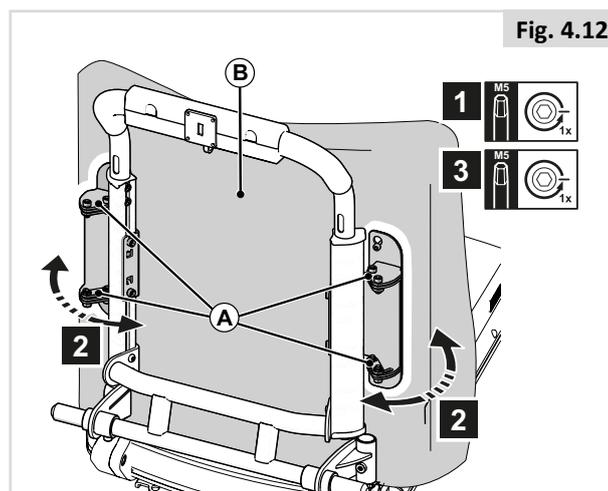
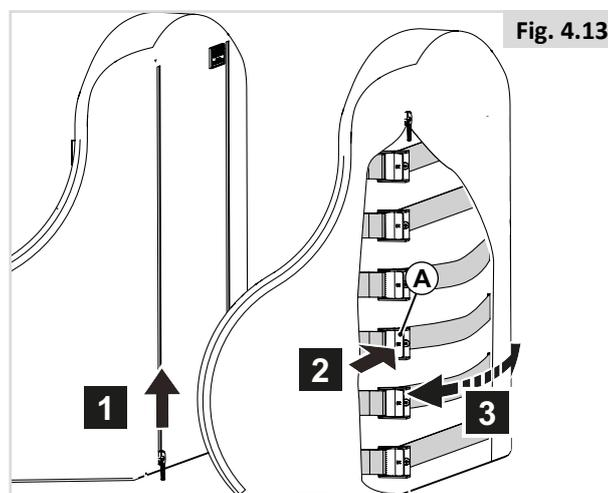

Fig. 4.12
Fig. 4.13
**Angolazione dello schienale con supporto laterale flessibile (Fig. 4.12)**
1. Allentare (A) di un giro.
2. Sistemare (B) nella posizione desiderata.
3. Stringere (A).
**Curvatura flessibile dello schienale (Fig. 4.13)**